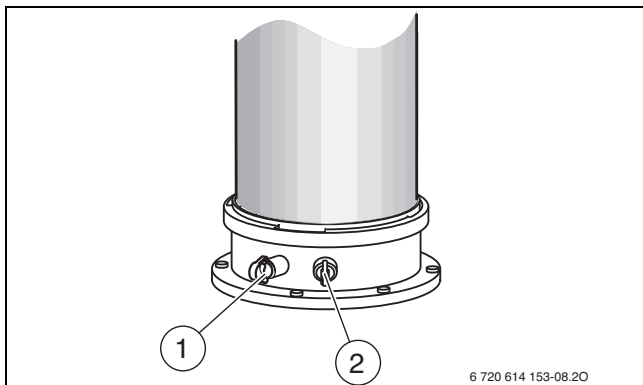

Fig. 37 Ponto de medição de gases queimados e ponto de medição do ar de combustão
- ▶ Remover tampão do ponto de medição de gases queimados [1] (→ fig. 37).